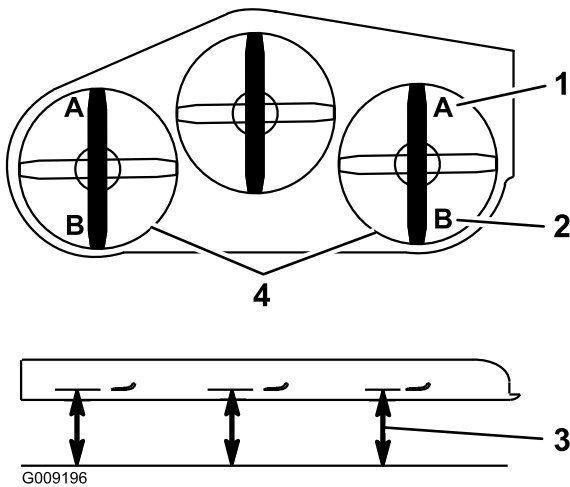

Figura 96
9. En ambos lados de la carcasa, mida desde la superficie nivelada hasta la punta delantera de la cuchilla (Posición A), según se muestra en Figura 96.
15. En ambos lados de la carcasa, mida desde la superficie nivelada hasta la punta trasera de la cuchilla (Posición B), según se muestra en Figura 96.